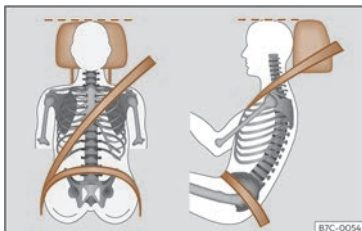

Fig. 18 Banda del cinturó i reposacaps ajustats correctament.
- Ajusteu el reposacaps de manera que la vora superior quedi, en la mesura que sigui possible, a l'altura de la part superior del cap, i mai per sota dels ulls¹⁾. Mantingueu el clatell al més a prop possible del reposacaps >>> **fig. 18**.
- Ajusteu longitudinalment el seient de manera que pugueu trepitjar a fons els pedals amb els genolls lleugerament flexionats i que quedi una distància entre la zona dels genolls i el tauler d'instruments d'almenys 10 cm (4 polzades) >>> **fig. 18**.